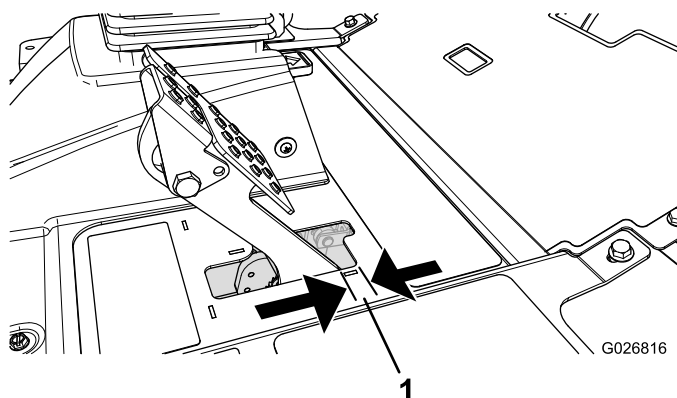

Figura 64
Ajuste os travões se o pedal do travão apresentar uma folga superior a 2,5 cm (Figura 64) ou quando os travões não funcionarem de forma eficaz. Folga é a distância percorrida pelo pedal antes de se verificar qualquer resistência ao movimento.
2. Aperte a porca traseira para deslocar o cabo para trás até que os pedais dos travões apresentem uma folga de 0,63 a 1,27 cm (Figura 64), antes de a roda bloquear.